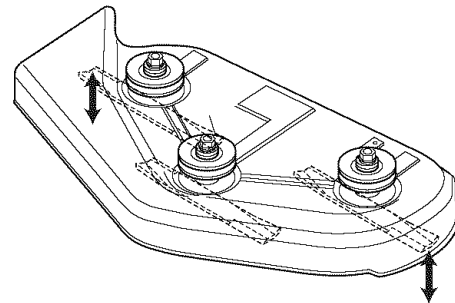

Figura 38. Orientar las Aspas de un Lado a Otro
4. Ajuste la altura de corte a posición media. Coloque las aspas de la podadora de modo que apunten de un lado a otro (Figura 38).